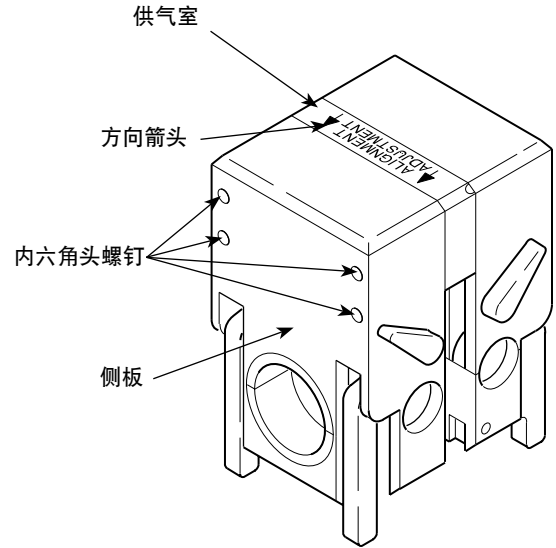

图 22 松开侧板
1. 翻转夹具块, 找到供气室上的方向箭头。箭头指向可调侧板。参考图 22。
2. 使用随夹具提供的 3/32 in. 内六角扳手拧松可调侧板上的四个内六角头螺钉, 使可调侧板相对于供气室松动为止。参考图 22 来确定可调侧板。